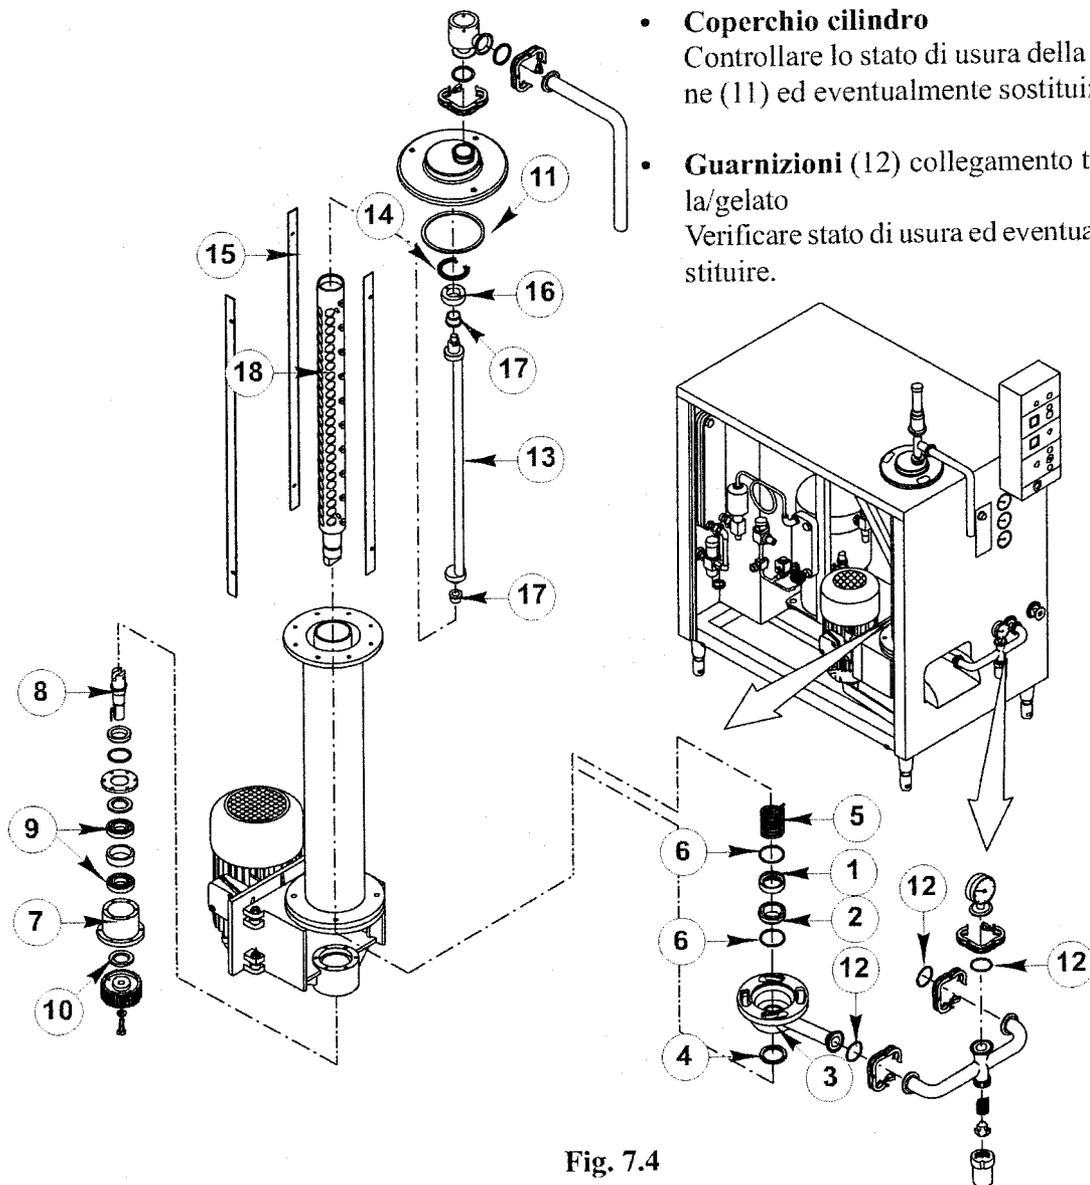

Fig. 7.4
- **Tenuta rotante (Fig. 7.4)**
- **Albero sbattitore (Fig. 7.4)**